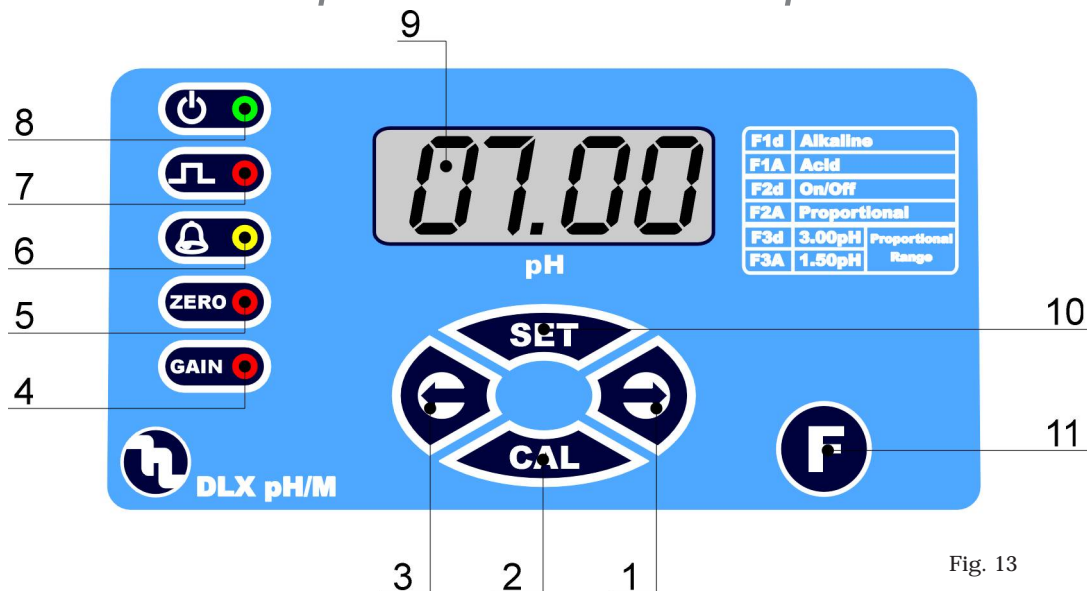

Fig. 13
6.1 - PUMPS CONTROLS (Fig. 13)